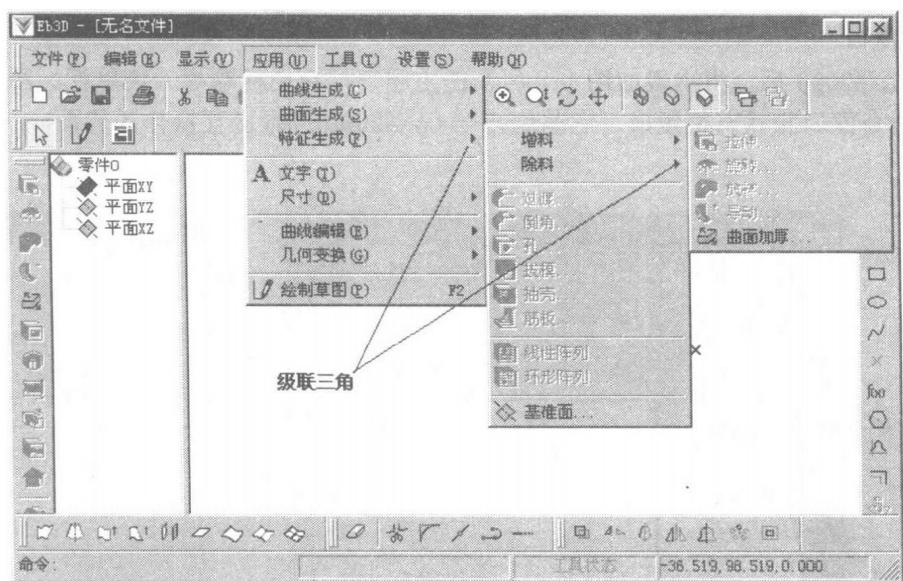

图 1-9
(1) 在菜单栏用鼠标左键点取一项标题, 则下拉出该标题项的菜单, 称为下拉菜单, 如图 1-9, 要选择某一菜单项, 可用鼠标左键点取。同时, 用户可以在图形窗口下的状态栏中, 看到该菜单项的功能说明及对应的 CAXA2000 命令名。
(2) 如某一菜单项右端有一黑色小三角, 说明该菜单项仍为标题项, 它将引出下一级菜单, 称为级联菜单, 可进一步在级联菜单中点取菜单项。